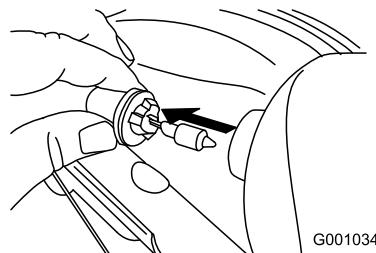

Рисунок 54
- Выньте лампу прямо с тыльной части фары (Рисунок 54).